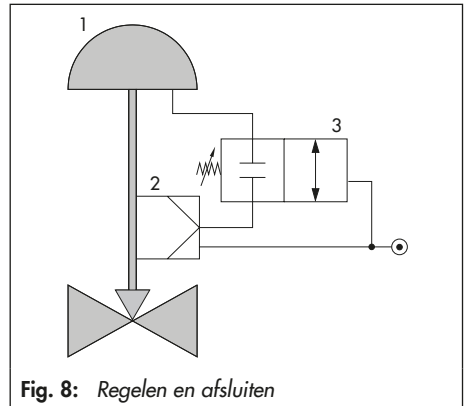
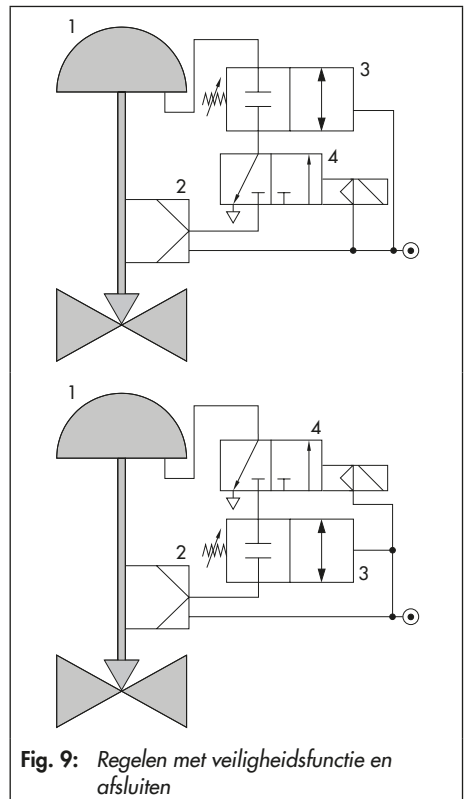

Fig. 8: Regelen en afsluiten
Fig. 9: Regelen met veiligheidsfunctie en afsluiten
Fig. 8 en Fig. 9 tonen toepassingsvoorbeelden voor de montage van het afsluitventiel.
- **Fig. 8:** Standaardtoepassing, afsluitventiel tussen positioner en aandrijving geschakeld.
- **Fig. 9:** Gebruik van een magneetventiel:
### Legenda voor Fig. 8 en Fig. 9